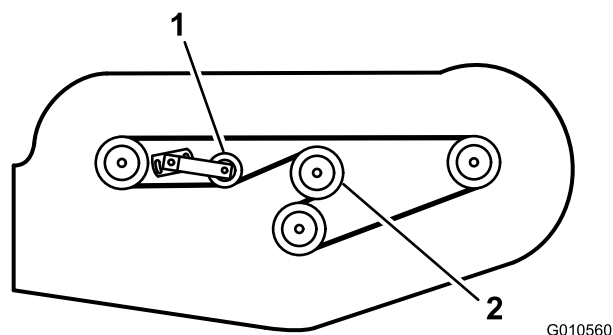

図 31
6. 新しいベルトをギアボックスの周囲からスピンドルプーリ、固定アイドラプーリ、可動（調整可能）プーリへと回し掛ける（図 31）。